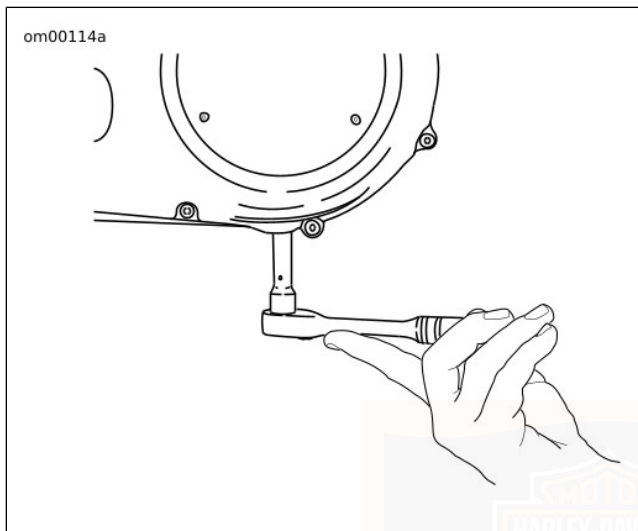

Figure 42. Retrait du bouchon de vidange du carter de chaîne primaire
3. Voir Figure 42. Déposer le bouchon de vidange magnétique du fond du couvercle de carter de chaîne primaire intérieur. Vidanger le carter de chaîne primaire.